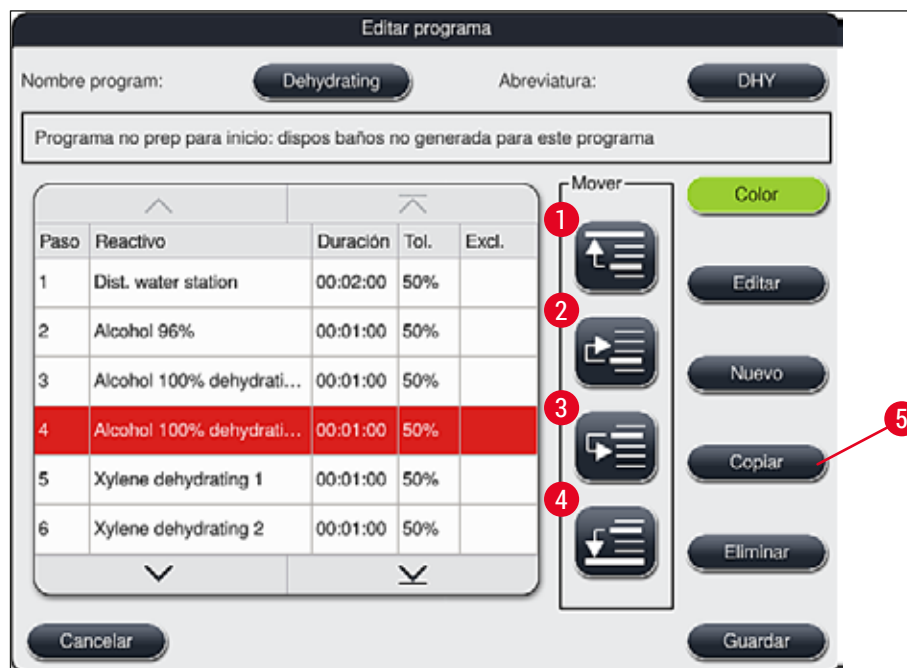

Fig. 49
- Se abre la ventana **Editar programa** (→ "Fig. 49").
- Al pulsar el botón **Guardar** (→ "Fig. 49") se aceptan los cambios. Pulse **Cancelar** para descartar los cambios.